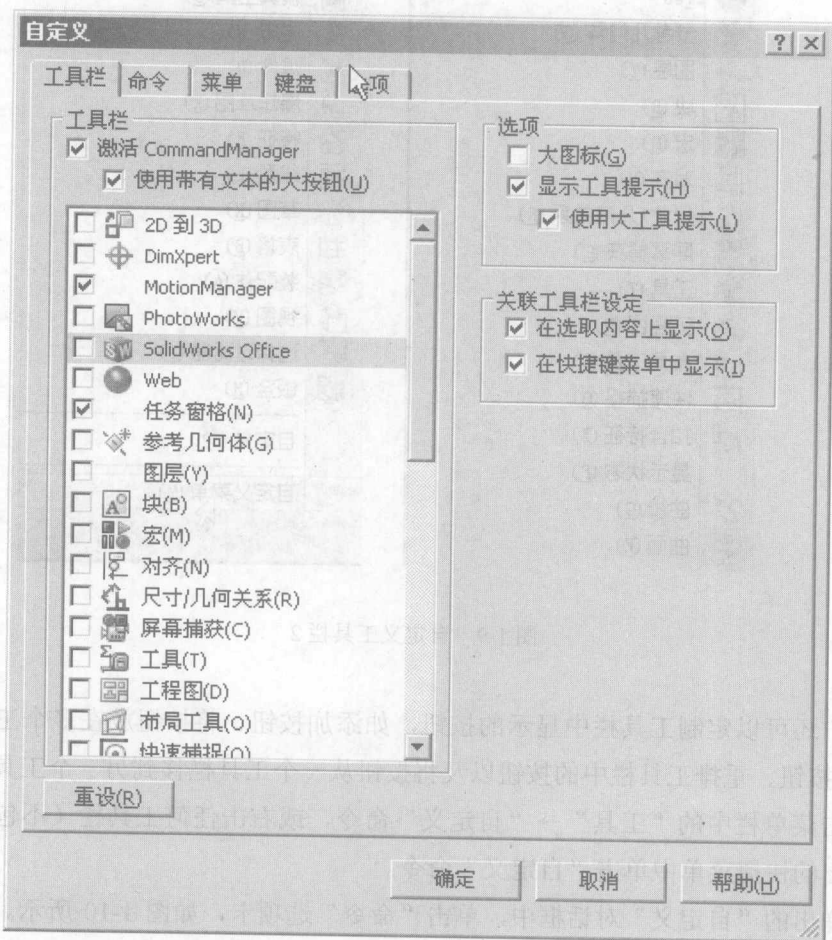

图 1-8 自定义工具栏 1
① 单击菜单栏中的“工具”→“自定义”命令,或右击任何工具栏(不包括命令管理器),在弹出的快捷菜单中单击“自定义”命令。
② 在弹出的“自定义”对话框中,单击“工具栏”选项卡,如图 1-8 所示。选择需要显示的工具栏并清除要隐藏的工具栏。